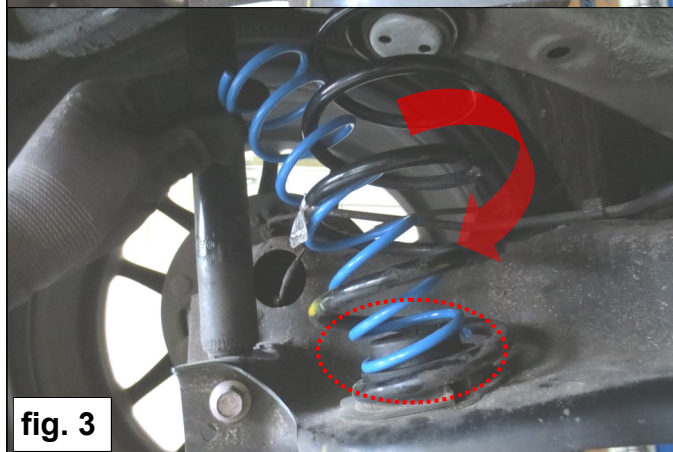

fig. 3
4. Centreer de hulpveer **C** over de geplaatste veerschotel **B**. Zie fig. 3.
4. Center auxiliary spring **C** onto the installed spring seat **B**. See fig. 3.
4. Zentrieren Sie die Hilfsfeder **C** auf eingebauten Federteller **B**. Siehe Abb. 3.
4. Centrer le ressort auxiliaire **C** sur la coupelle **B**. *Voir fig. 3.*
4. Centra hjälpfjäder **C** på den monterade fjäderplattan **B**. *Se fig. 3.*
4. Centrar el muelle auxiliar **C** más de disco de muelle **B**. Véase *fig. 3*.